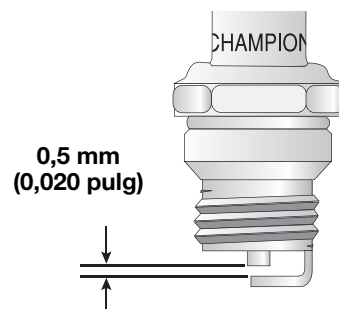

Fig. 12
3. Cambie las bujías que estén rajadas, sucias o deterioradas. Fije la separación de aire a **0,5 mm (0,020 pulgadas)** utilizando un calibrador (Fig. 12).